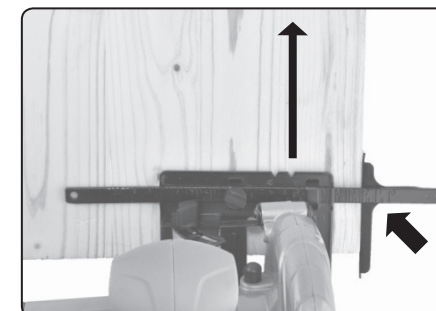

Abb. 10A
- Lassen Sie die Säge auf volle Drehzahl hochfahren und dann schieben Sie sie allmählich zur gekennzeichneten Schnittlinie mit der Kerbe 0° in der Grundplatte für einen senkrechten Schnitt und mit der Kerbe 45° für einen Schrägschnitt (siehe Abb. 10A und 10B).